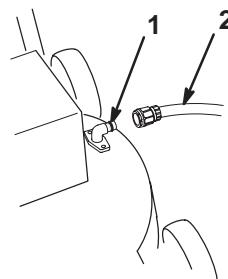

Figure 17
3. Branchez le raccord à l'embout de lavage de la tondeuse (Fig. 17).